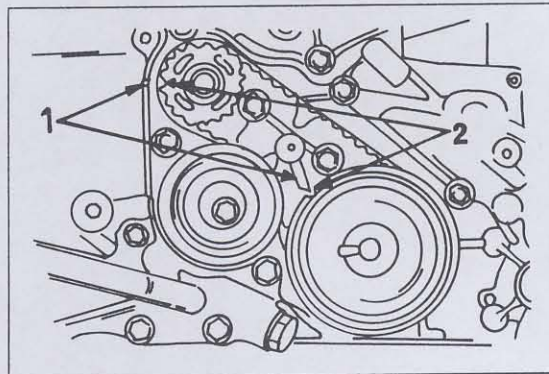
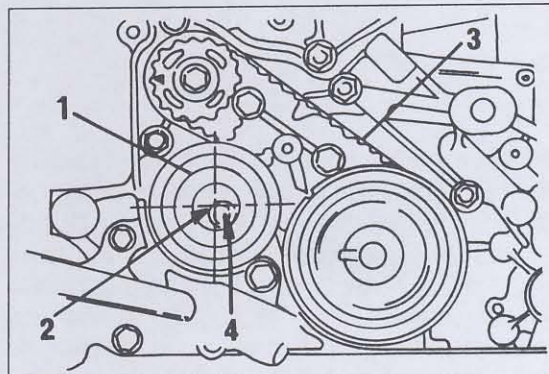

Bild 118
Bild 119
- Das Antriebsrad der Ausgleichswelle (4) anbringen und die Schraube vorläufig anziehen.
- Das Kurbelwellenrad (6) auf die Welle stecken.
- Das Steuerzeichen aller Riemenräder mit den entsprechenden Zeichen am Steuergehäuse in eine Linie bringen. Dazu das grosse Steuerrad drehen, bis die Steuermarke im Steuerrad und im vorderen Gehäuse gegenüberliegen und das kleine Rad drehen, bis die Steuermarke im Rad und im Gehäuse gegenüberliegen. Bild 118 zeigt, wie die Zahnräder ausgerichtet sein müssen.
- Steuerriemen (3) auf die beiden Antriebsräder auflegen, so dass er auf der Spannungsseite stramm sitzt.
- Riemenspanner montieren. Der Mittelpunkt der Rolle muss auf der linken Seite liegen und ausserdem ist zu beachten, dass der Flansch der Rolle zur Vorderseite des Motors weist. Bild 119 zeigt den Spanner im eingebauten Zustand.